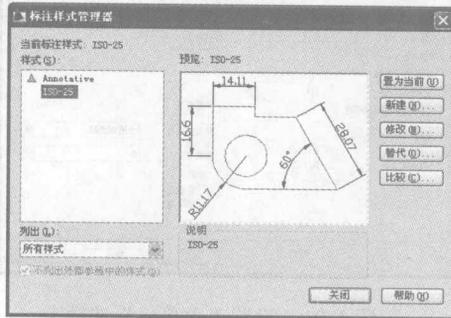

图 1-16 “标注样式管理器”对话框
1) 单击“标注”工具栏或“样式”工具栏中的“标注样式管理器”按钮,弹出如图 1-16 所示的“标注样式管理器”对话框。